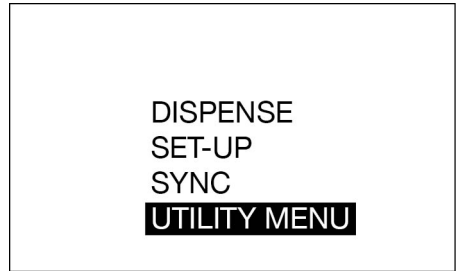

FIG. 20
4. Utiliser les flèches HAUT et BAS du pavé de navigation pour sélectionner le MENU UTILITAIRE (FIG. 20).